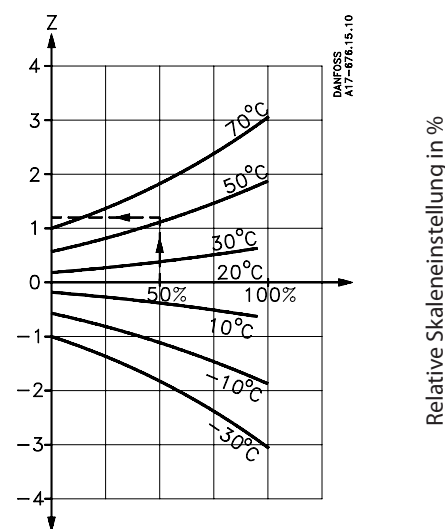

Fig. 11c
Z kann mittels Abb. 11c gefunden werden, während a den Korrekturfaktor in Bezug auf die Tabelle angibt.
(siehe Abb. 11c): + 1.2 (Z)